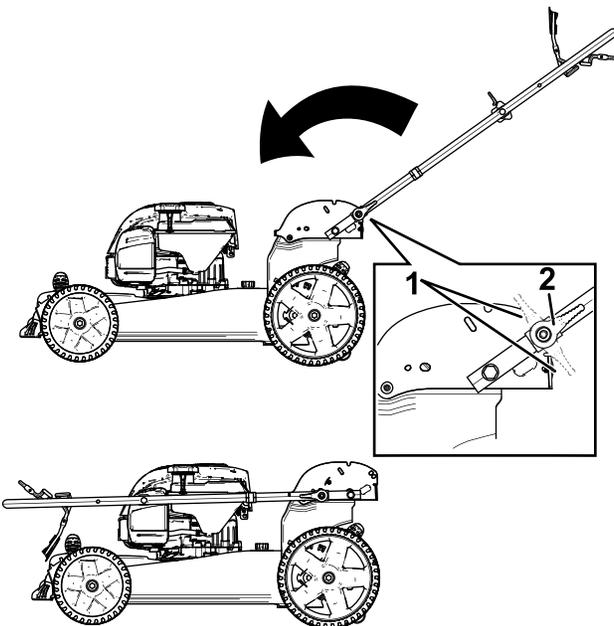

Figura 24
3. Desengate os bloqueios dos manípulos (Figura 24).
4. Dobre o manípulo totalmente para a frente (Figura 24).